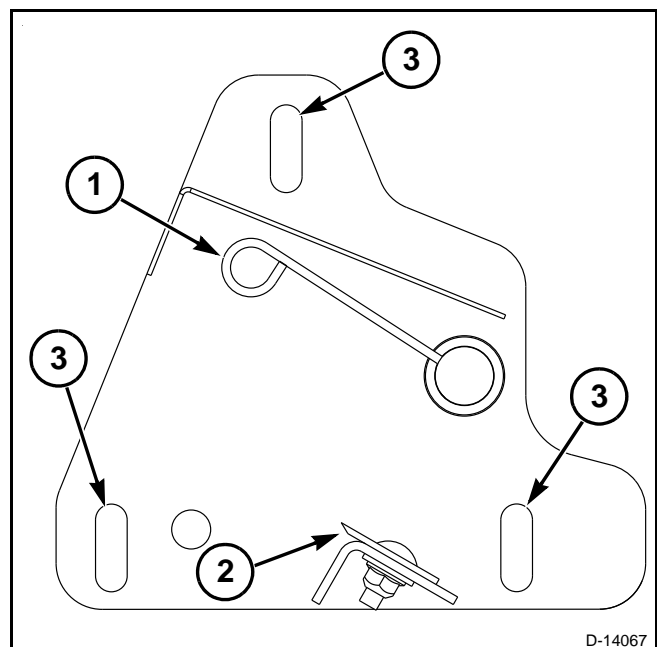

FIG. 16
FIG. 16: El brazo de la cuerda debe estar centrado entre el brazo de corte (1) y la cuchilla (2) cuando el brazo de la cuerda traspasa la cuchilla para cortar cuerda.